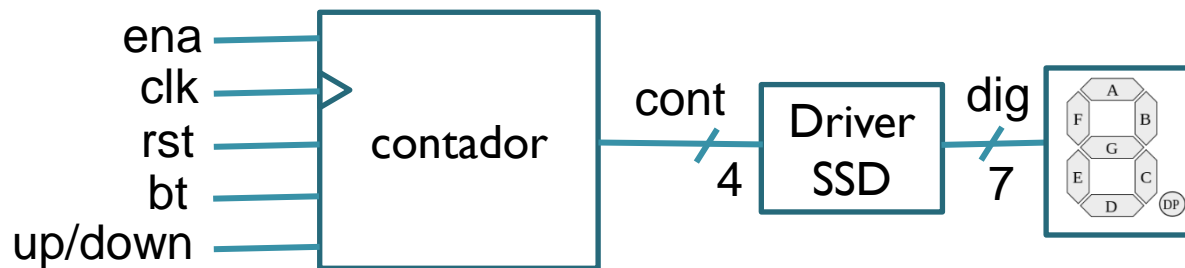
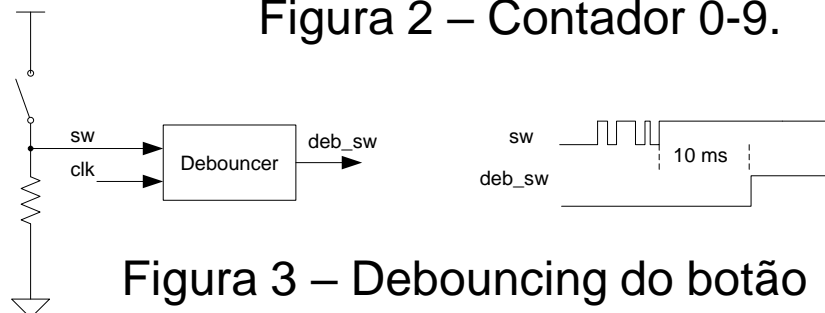

Figura 2 – Contador 0-9.
Figura 3 – Debouncing do botão
- O circuito apresentado na figura 2 corresponde a um contador de 0 – 9 que incrementa ou decrementa cada vez que o botão *bt* é pressionado. Neste caso, é necessário fazer o debouncing do botão, como mostra a figura 3.
- 1) Projete o contador apresentado na figura 2, incluindo o debouncer da figura 3 para o botão *bt*.